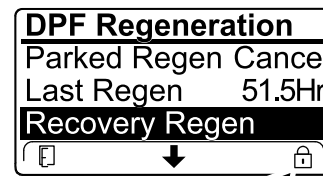

Figure 57
- Si le calculateur moteur n'a pas demandé de régénération d'urgence et que vous naviguez jusqu'à l'option RECOVERY REGEN, la régénération d'urgence se bloque et l'icône de blocage (Figure 57) apparaît en bas à droite de l'InfoCenter.